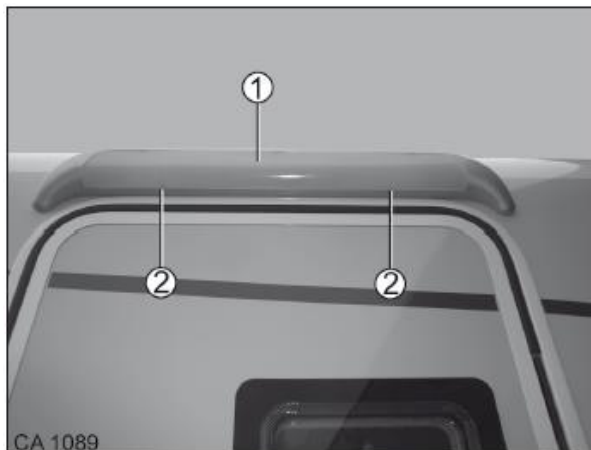

Fig. 187 Éclairage de l'auvent
1. Desserrer les clips (Fig. 187/2) et enlever le recouvrement (Fig. 187/1).